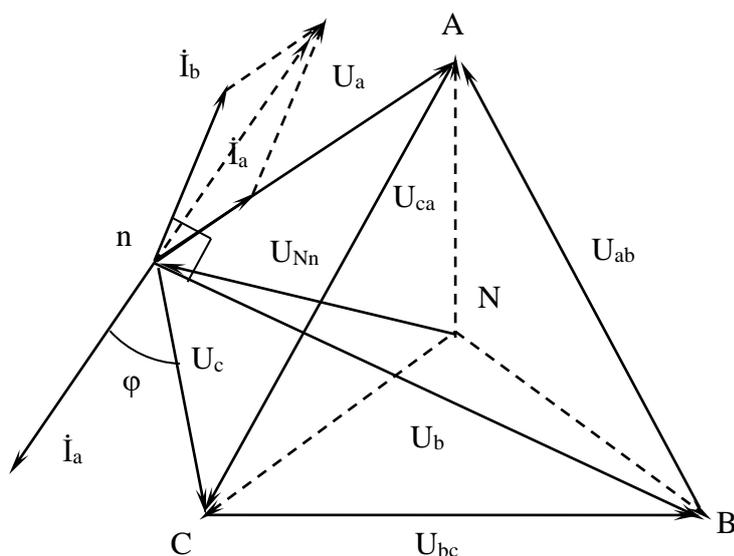

Рисунок 17 – Векторная диаграмма токов и напряжений при несимметричной нагрузке без нейтрального провода
Для построения векторной диаграммы напряжений при соединении нагрузки звездой без нейтрального провода (рисунок 17) сначала строят в масштабе равносторонний треугольник линейных напряжений. Линейные напряжения  $U_{ab}$ ,  $U_{bc}$ ,  $U_{ca}$  всегда симметричны и равны по модулю.
Аналогично из вершины В радиусом  $U_b$  и из вершины С радиусом  $U_c$  делают засечки. Точка пересечения засечек и будет являться потенциалом нейтральной точки приёмника (n). Соединив точку n с вершинами треугольников А, В, и С, получим фазные напряжения приёмника  $U_a$ ,  $U_b$ ,  $U_c$  (рисунок 17). Пунктиром показаны фазные напряжения источника ( $U_A$ ,  $U_B$ ,  $U_C$ ). Векторная диаграмма токов при соединении звездой без нейтрального провода строится аналогично диаграмме звезды с нейтральным проводом. Т. е. вектор фазного тока откладывается в масштабе от соответствующего фазного напряжения под некоторым углом, зависящим от характера нагрузки в фазе  $I_a$ ,  $I_b$ ,  $I_c$  (рисунок 17). При этом  $I_a + I_b + I_c = 0$ . Соединив на диаграмме (рисунок 17) нейтральные точки источника (N) и приёмника (n), получим вектор напряжения смещения нейтрали  $U_{Nn}$ .